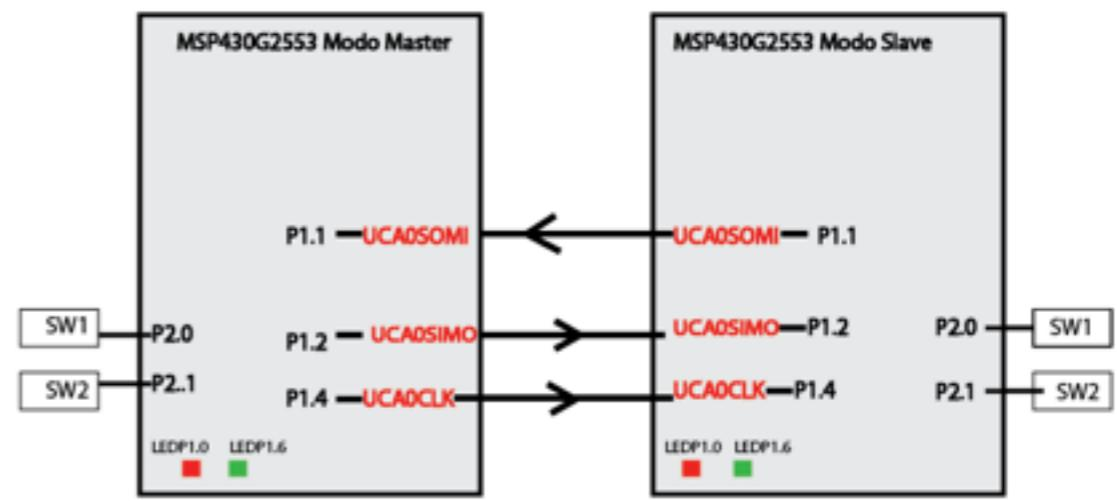

Figura 9.3. Conexión de los MSP430G2553 en modo Maestro y en modo Esclavo.
1. Llevar a cabo la conexión de los microcontroladores MSP430G2553 como se muestra en el diagrama de la figura 9.3.